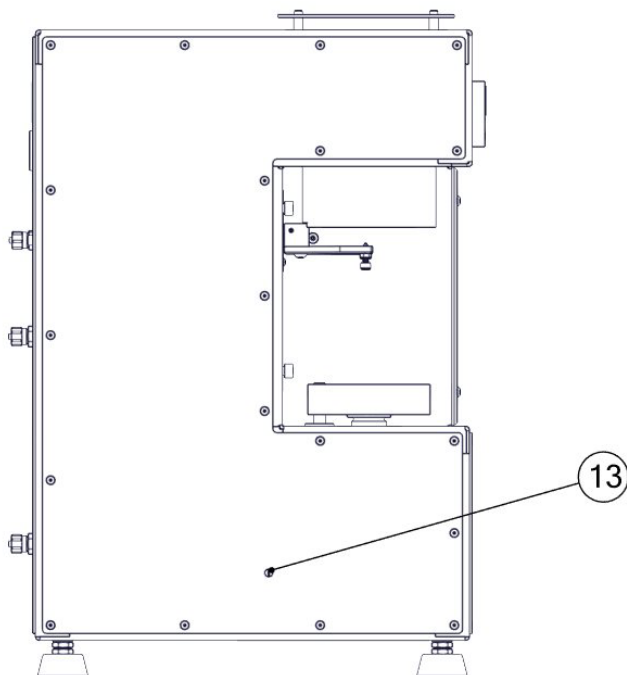

Рис. 7-5 – Вид слева
- ». С помощью маленькой отвертки отрегулируйте клапан, регулирующий скорость опускания стола (рис. 7-5, поз. 13). Поворот клапана по часовой стрелке уменьшает скорость приложения нагрузки. Поворот клапана против часовой стрелки увеличивает скорость приложения нагрузки.